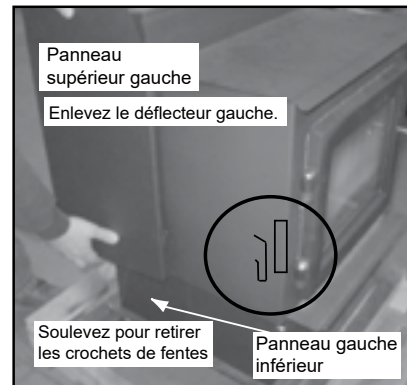

Figure 24.2
5. Enlevez le panneau supérieur gauche et le panneau le plus bas du côté en les soulevant, puis en tirant vers l'extérieur. Les crochets des panneaux glisseront hors des fentes de l'appareil (**Figure 24.2**).